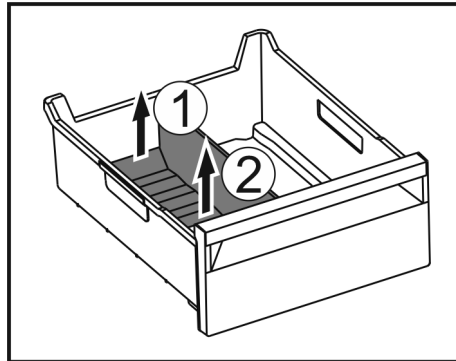

Fig. 138
► Повдигнете задната част на разделителя на отделението за лед. Fig. 138 (1)
► Извадете разделителя на отделението за лед нагоре. Fig. 138 (2)